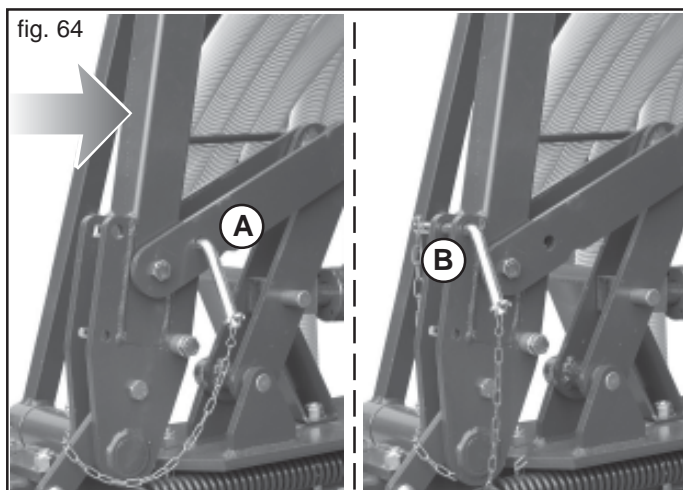

fig. 64
Before operating the hydraulic system of the row marker, apply light pressure with your hand on the row marker arm in the direction of the arrow (Fig. 64), unhook the safety devices on both the arms (A Fig. 64), and then position them as shown in Figure 64 (B). For travel on the road, lock the row marker arms in a vertical position with the safety devices (A Fig. 64).
- Die Sicherheitsvorrichtungen (Abb. 64) lösen und die Spurreißerarme von Hand öffnen, bis sie auf dem Boden aufliegen.